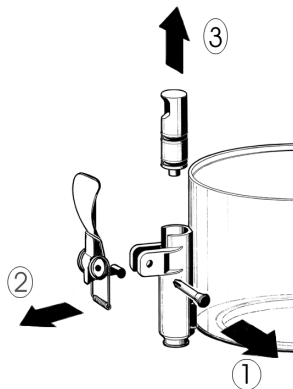

figura 1
- 3 Desmontar el grifo siguiendo la secuencia indicada (véase figura 1).
- 3 Volver a montar el grifo en el contenedor siguiendo el orden inverso de las operaciones de desmontaje (véase Figura 1).